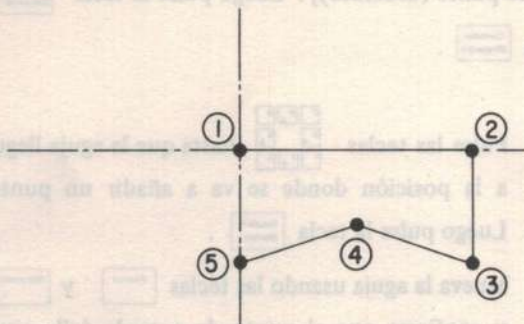

Fig. 1
Con esto se borran los datos hasta el punto ① creados usando la función de entrada de salto. La aguja volverá a su origen. Ahora el patrón tiene una puntada lineal entre el punto ② y el punto ⑤ comenzando desde el origen, como se ilustra en la Fig. 1.